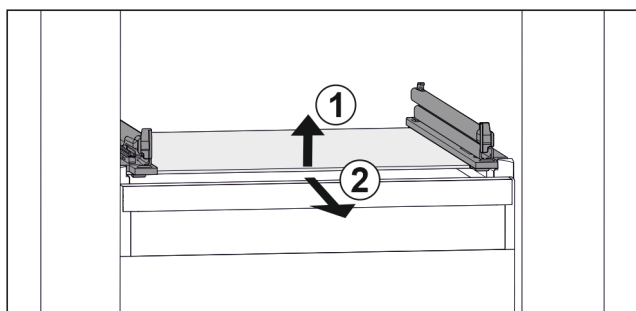

Fig. 110 Příklad znázornění skleněné desky
- ▶ Nadzvedněte skleněnou desku vpředu. Fig. 110 (1)
- ▶ Vyjměte skleněnou desku dopředu. Fig. 110 (2)